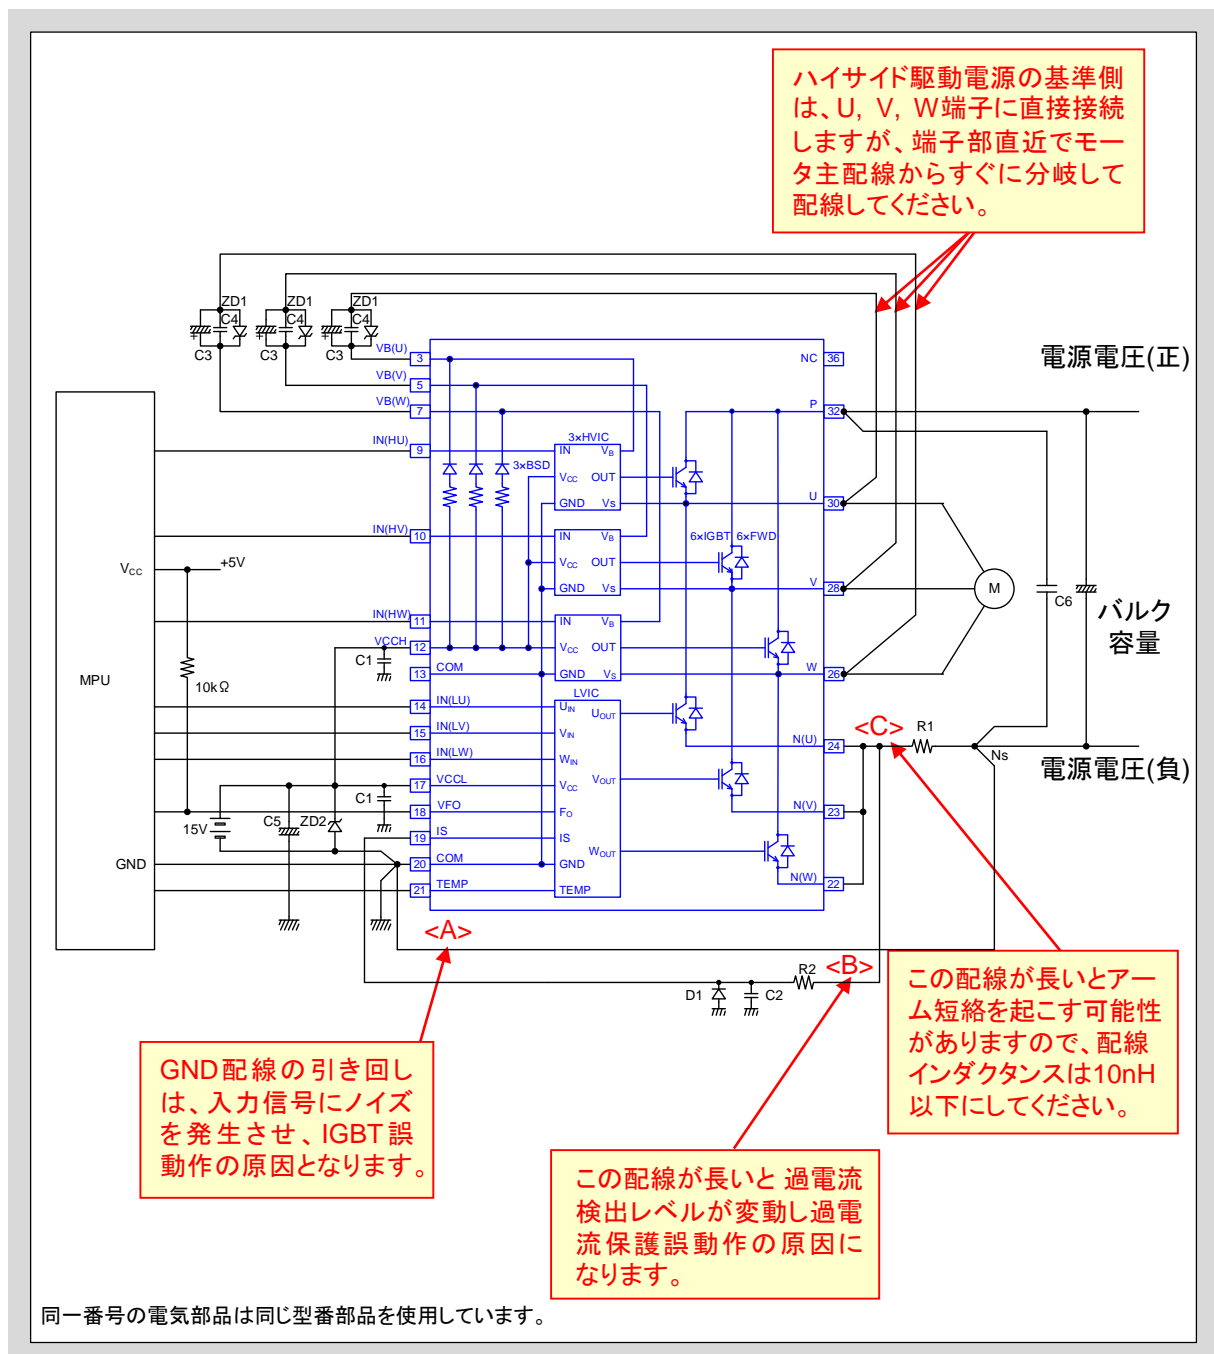
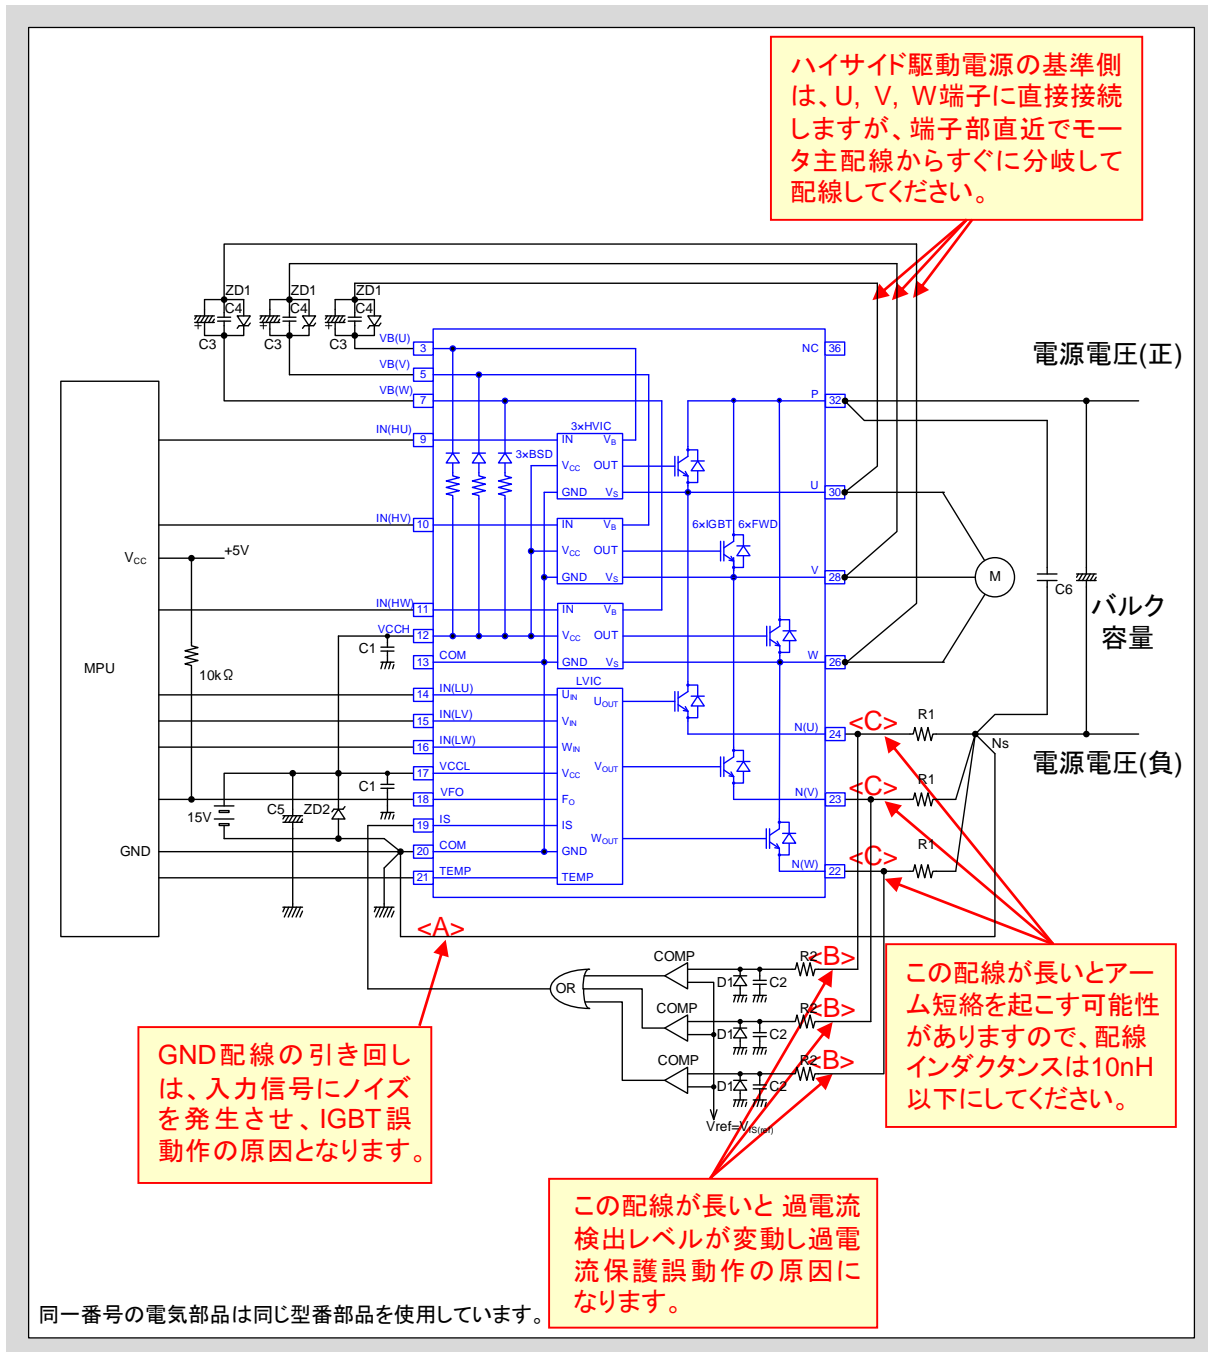

図5-1 応用回路例1(3相一括で電流検出する場合)
図5-2 応用回路例2 (3相個別で電流検出する場合)
- 2種類の電流検出方法の応用回路例を図5-1と図5-2に示します。注意事項は共通となります。